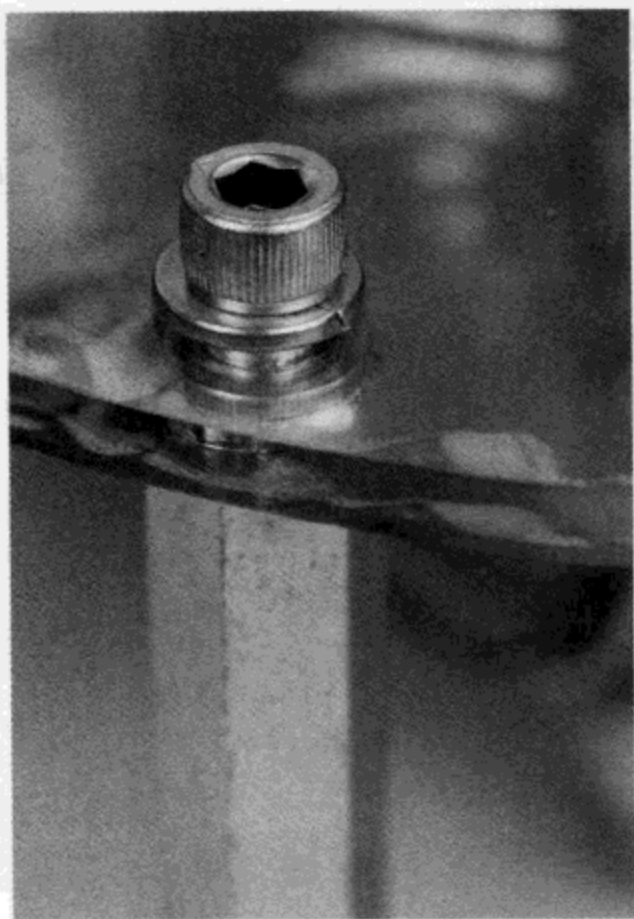
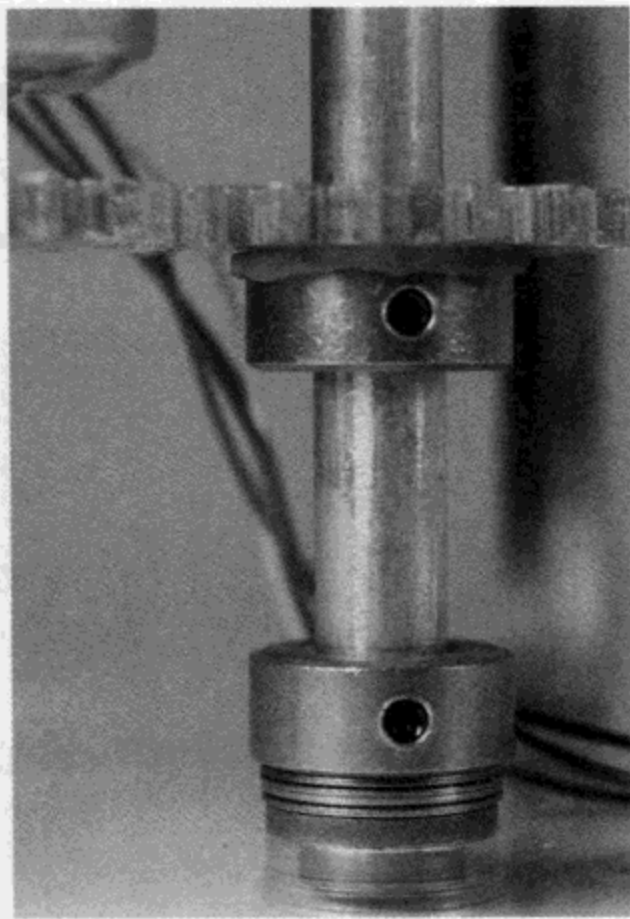

图10.12 六角柱与其他零件的安装
图10.13 基座内零件的排列
(4) 如果铝杆相对于滑动轴承来说太大, 戴上安全镜、防尘面罩、手套 (因为铝粉对身体不好), 用砂纸裹住铝杆, 边压边转, 打磨到铝杆能与所有的组件配合为止。
(5) 安装基座 (在整个装配过程中, 都可参考图 10.17 的完整装配)。先准备好两个圆盘、六角柱、 $\frac{1}{4}$ -20 螺钉、弹簧垫圈、平垫圈。用  $\frac{1}{4}$ -20 螺钉将丙烯酸圆盘、垫圈和弹簧垫圈依次连接在一起, 如图 10.12 所示。
(6) 在基座圆盘的中心孔中装上一个法兰滑动轴承, 基座是没有预留装电机的 4 个孔的圆盘。
(7) 装上推力垫圈、推力轴承, 基座内的情形如图 10.13 所示。
(8) 把铝杆从顶部滑下来。在碰到底部的滑动轴承前, 应当先滑过另外一个滑动轴承、一个  $\frac{1}{2}$  in 的轴环、一个激光切割的齿轮、两个或更多  $\frac{1}{2}$  in 的轴环, 最后是推力垫圈、轴承、垫圈层。
(9) 轻轻地拔出铝杆, 避免碰到你的工作面。用内六角扳手拧最底下轴环的螺钉。轴环装在推力轴承上, 与铝杆连接, 此时应当能转动铝杆。